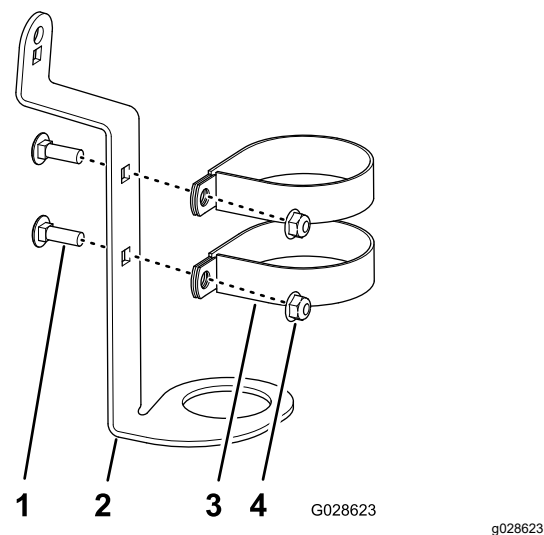

Figura 4
1. Monte os 2 grampos no suporte da pistola de pulverização (Figura 4) com 2 parafusos de carroçaria (5/16 x 1 pol.) e 2 porcas de bloqueio flangeadas (5/16 pol.).